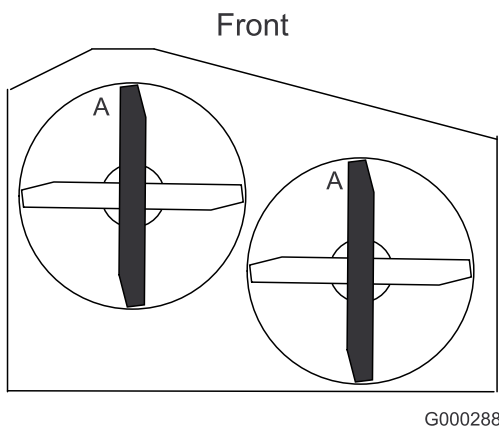

Bild 52
3. Drehen Sie die Schnittmesser, bis die Enden nach vorne und hinten gerichtet sind. Messen Sie von einer ebenen Fläche bis zu den Schnittkante (Position **A**) der Messer (Bild 52).